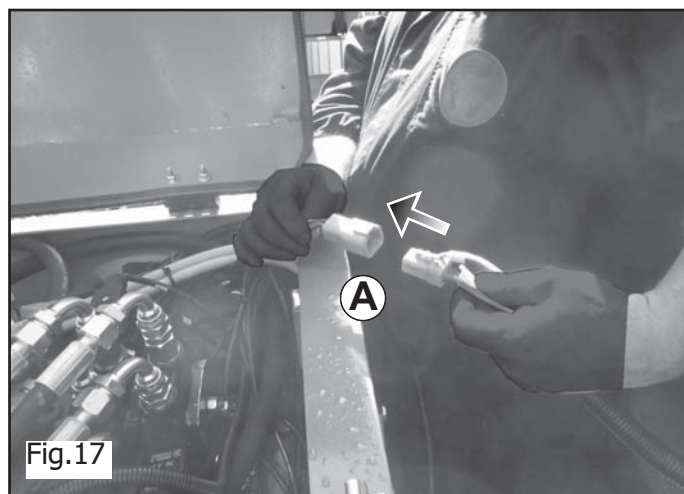

Fig.17
- 8) Unir les connexions : - Circuit électrique (A Fig.17)